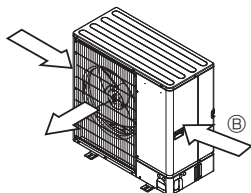

Fig. 2-5
- ③ Posisjoner enheten slik at luftslippet kan blåse i rett vinkel for sesongvindretnin-gen, hvis mulig. (Fig. 2-5)